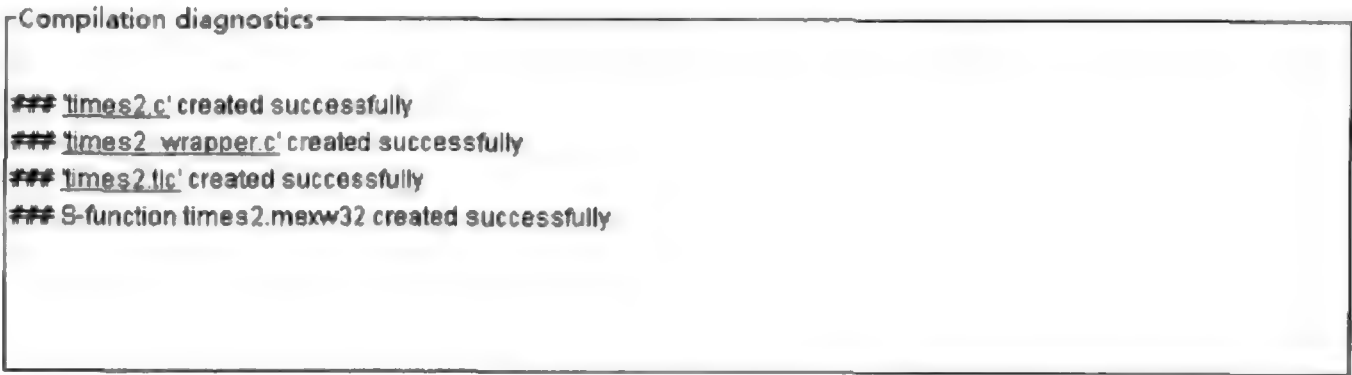

图 4.1.15 编译信息
(6) 单击对话框工具栏的 Build 按钮,编译信息窗口即显示完成信息,如图 4.1.15 所示。